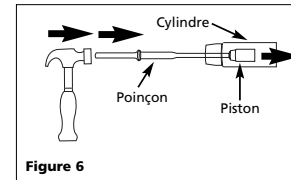

Figure 6
- Si le piston est bloqué, démonter le cylindre du carter. Pousser le piston à travers le cylindre avec le poinçon (Voir Figure 6).